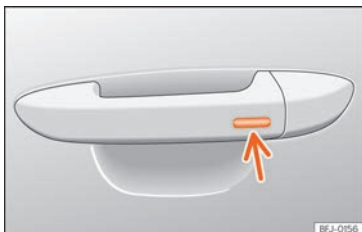

Abb. 61 Türgriff: Sensorfläche.
- ODER:** mit dem Keyless Access-System (nur Schließen): Finger einige Sekunden auf der Sensorfläche zum Verriegeln »» (Abb. 61) (Pfeil) im Türgriff halten, um die Fenster und das Schiebedach zu schließen. Sobald Sie die Sensorfläche nicht mehr berühren, wird die Schließfunktion unterbrochen.
Halten Sie einige Sekunden lang einen Finger über die Verriegelungssensorfläche >>> **(Abb. 61)** (Pfeil) am Türgriff, damit das Dach geschlossen wird. Wenn Sie die Sensorfläche nicht mehr berühren, wird die Schließfunktion unterbrochen.